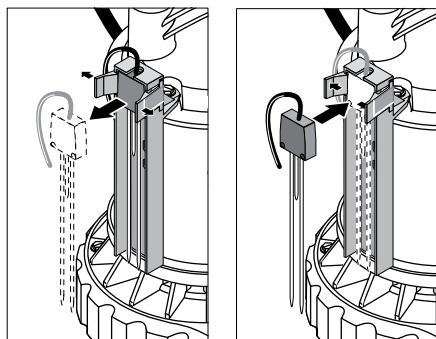

Figure 11: L'interrupteur se détache du support tel qu'illustré. S'assurer de ne pas trop étirer les attaches.
- 3A. Détacher l'interrupteur de son support et le déposer de la pompe (se reporter à la Figure 11).
Pour déposer l'interrupteur, étirer les attaches sur le dessus du support suffisamment pour glisser l'interrupteur et le sortir des deux attaches. Utiliser le fil pour pousser l'interrupteur afin de le libérer du support (se reporter à la Figure 11).
Pour reposer l'interrupteur, le pousser entre les attaches du support jusqu'à ce qu'il repose à plat contre l'arrière du support (se reporter à la Figure 11).